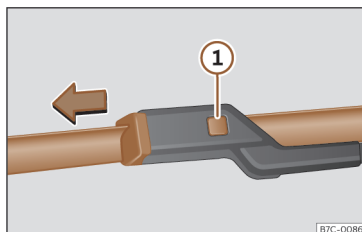

Fig. 205 Substituição das escovas do limpador para-brisas.
- Mantenha pressionado o botão de desbloqueio >>> **Fig. 205** ① puxando ligeiramente pela escova no sentido da seta.